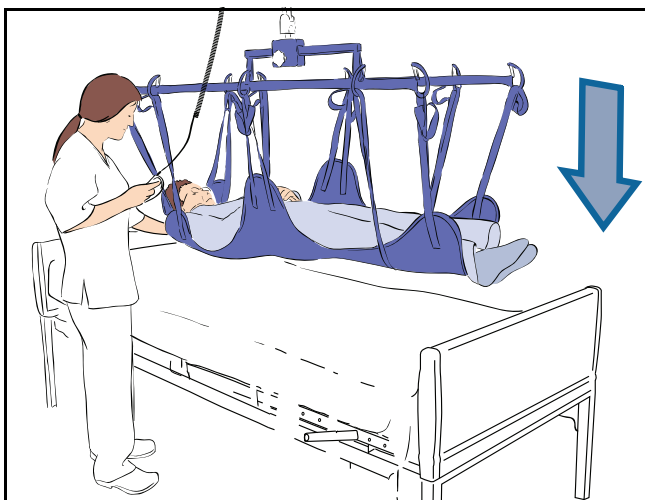

Fig. 16
- 10) Sænk plejemodtageren ned på den nye placering (se Fig. 16).